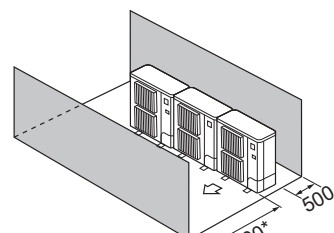

Fig. 2-12
- ④ Кедергілер тек алдыңғы және артқы жағында (Fig. 2-12)